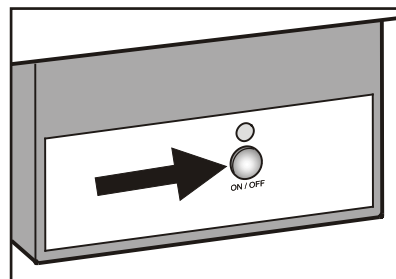

Figura 19
- Presione el botón en el alojamiento del fabricante de hielo (**Figura 19**) durante aproximadamente 3 segundos. El piloto LED encima del botón comenzará a parpadear.
*El fabricante de hielo también puede ser encendido y apagado pulsando el botón “On/Off” de la caja del fabricante de hielo durante aproximadamente 1 segundo (**Figura 19**).*
- Extraiga completamente el cajón superior del congelador. Extraiga el recipiente para cubitos de hielo hacia arriba. Se muestra la posición del recipiente para cubitos de hielo en la **Figura 19**.